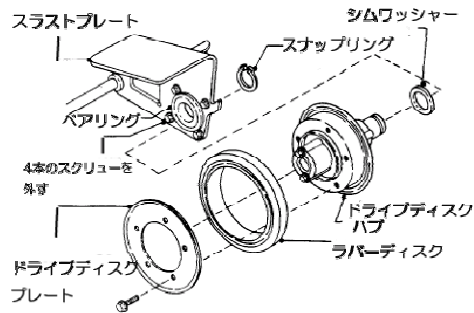

図 6-12B
3. ドライブディスクハブとスラストプレートを固定しているスナップリングを外します。(図6-12B)